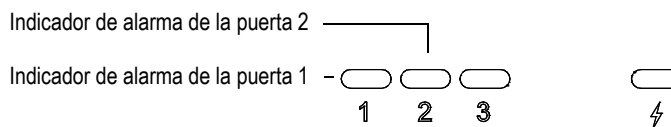

Figura 2-12 Indicadores de alarma de la puerta 1 y de la puerta 2
- Uno o dos indicadores de alarma (LED) se iluminan en el panel frontal del EPOCH 600 (véase la Figura 2-12 en la página 49).